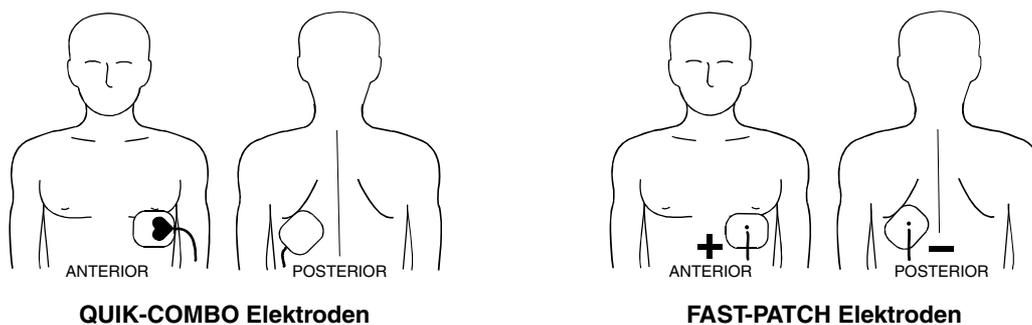

Abbildung 4-2 Anterior-posteriore Platzierung für die nicht invasive Stimulation oder Defibrillation
- 1 Die ♥ oder + Therapieelektrode wie in Abbildung 4-2 gezeigt über dem linken Präkordialbereich anlegen. Der obere Rand der Elektrode sollte unterhalb der Brustwarze liegen. Sofern möglich, die Elektroden nicht über der Brustwarze, dem Zwerchfell oder den Knochenhöckern des Brustbeins anlegen.
- 2 Die zweite Elektrode wie in Abbildung 4-2 gezeigt infrascapular hinter dem Herzen anlegen. Für möglichst hohen Patientenkomfort die Kabelverbindung nicht im Bereich der Wirbelsäule verlegen. Die Elektroden nicht über Knochenhöckern der Wirbelsäule oder des Schulterblatts anlegen.